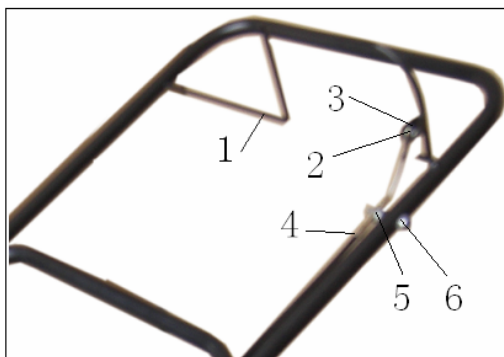

图 7 离合线上端的安装
3) 将离合线穿过离合线固定件，并将离合线外皮固定在离合线固定件上。将离合线内线连接到离合操作手柄上，用销轴连接固定。见图 7